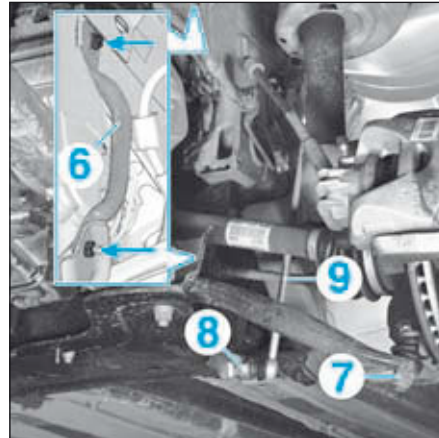

FIG.42
- Déposer, du côté conducteur, les écrous (flèches) et le tirant (6) (Fig.42).
- Déposer les écrous (7) et (8).
- Ecarter, la biellette de liaison (9) de la barre stabilisatrice.